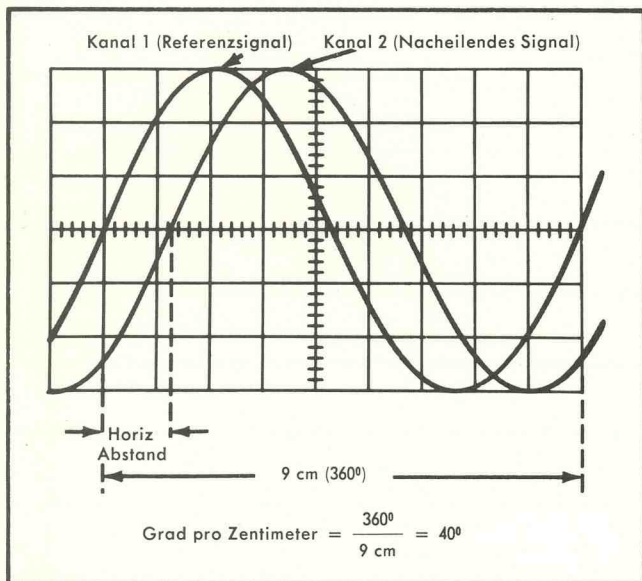

Bild 3-4 Messung des Phasenwinkels zweier Wellenformen
5. Der Regler VARIABLE TIME/CM des Oszillografen wird so weit nach links gedreht, daß eine Periode des Referenzsignals 9 cm horizontal einnimmt. Mit den Bedienelementen der Triggerflanke und des Triggerniveaus wird das Referenzsignal am gewünschten Punkt getriggert. Jeder Zentimeter des horizontalen Rasters entspricht nun 40° einer ganzen Schwingung (s. Bild 3-4).
6. Die horizontale Distanz zwischen entsprechenden Punkten der Signale wird in Zentimeter gemessen. Der Abstand, und ob das Signal von Kanal 2 voreilend oder nacheilend ist, wird festgestellt (siehe Bild 3-4).